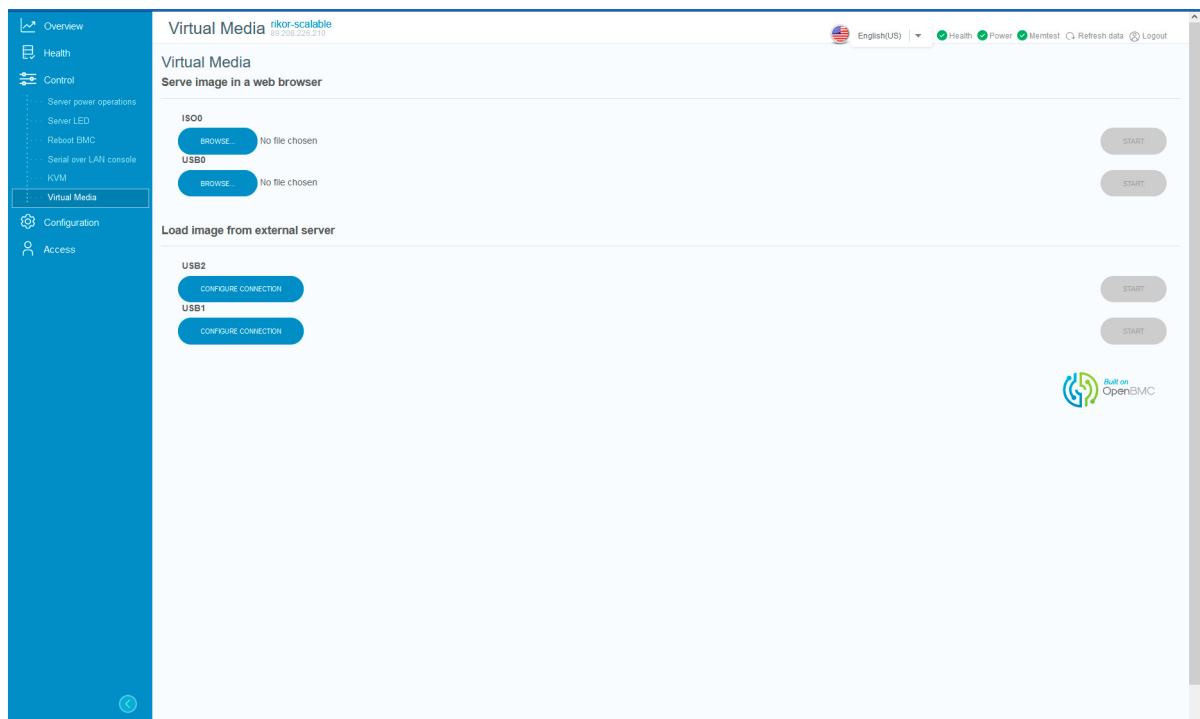

Рис. 87. Окно «Virtual Media»
- 7) Пройдите во вкладку «Control» → «Virtual Media» в данной вкладке осуществляется виртуальное подключение периферийных устройств. Окно показано на рис. 87 Окно «Virtual Media»